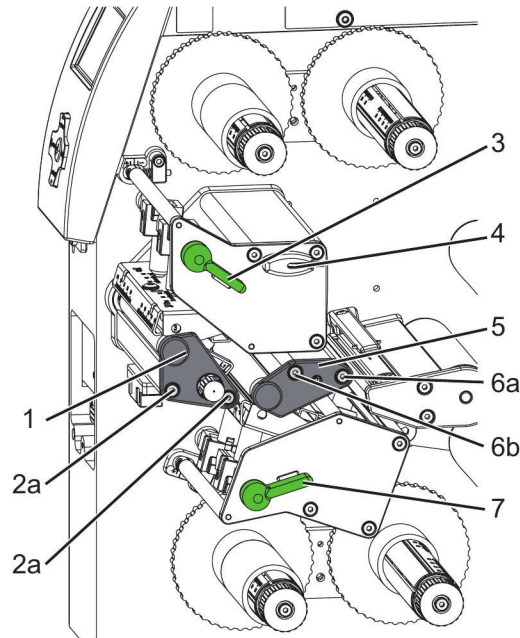

Bild 4-1 Seitenplatten abbauen
Für Einstellungen und einfache Montagen den mitgelieferten **Sechskantschlüssel** verwenden, der sich an der oberen Druckeinheit befindet (4 in Bild 4-1 auf Seite 4-4). Weitere Werkzeuge sind für die hier beschriebenen Arbeiten nicht erforderlich.
- Hebel (3 in Bild 4-1 auf Seite 4-4) in Gegenuhrzeigerrichtung, Hebel (7 in Bild 4-1 auf Seite 4-4) in Uhrzeigerrichtung drehen, um die Druckköpfe von den Druckwalzen abzuheben.
- Druckwalze oben (10) und Druckwalze unten (11) von den Wellen (8 + 9) am Gehäuse abziehen.
- Seitenplatte (1) anschrauben. Dabei die Schrauben (2) in der Reihenfolge a–b anziehen (siehe Bild 4-1).
- Seitenplatte (5) anschrauben. Dabei die Schrauben (6) in der Reihenfolge a–b anziehen (siehe Bild 4-1).